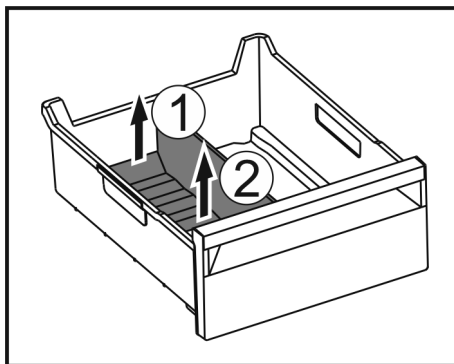

Fig. 170
- ▶ Podignite stražnji dio pregrade ladice za led. Fig. 170 (1)
- ▶ Izvadite pregradu ladice za led prema gore. Fig. 170 (2)